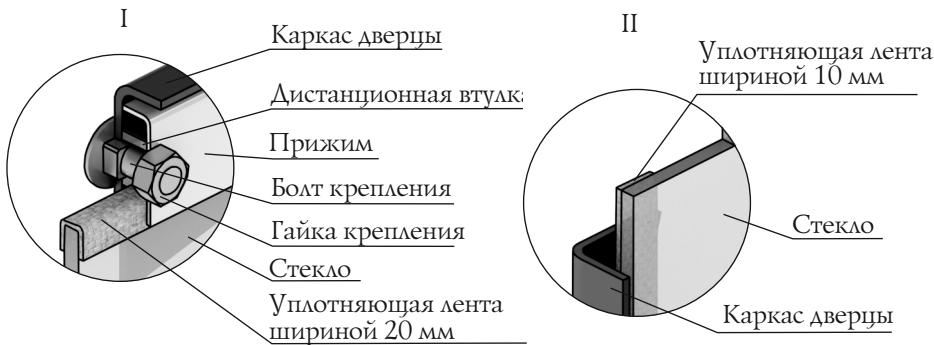

Рисунок 19. Крепление светорозрачного экрана дверцы модели «Витра»
лента шириной 20 мм наклеивается сверху и снизу стекла «П» - образно (рисунок 19.I), лента шириной 10 мм наклеивается вертикально, вдоль боковых сторон стекла (рисунок 19.II).
4. Вставьте стекло в упор, при этом лента, наклеенная с боковых сторон (вертикальная) должна быть зажата между стеклом и каркасом дверцы (рисунок 19.II).
ВНИМАНИЕ! Гайки, крепящие прижим накручиваются на болты крепления через дистанционные втулки (рисунок 19.I).
1. Отверните две гайки, фиксирующие прижим (рисунок 19.I), демонтируйте его и дистанционные втулки.